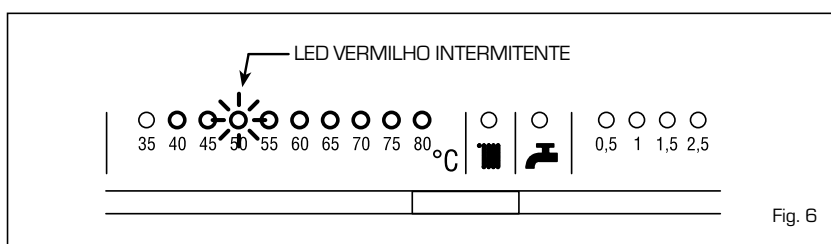

Fig. 6
– **Outras anomalias (fig. 6)**